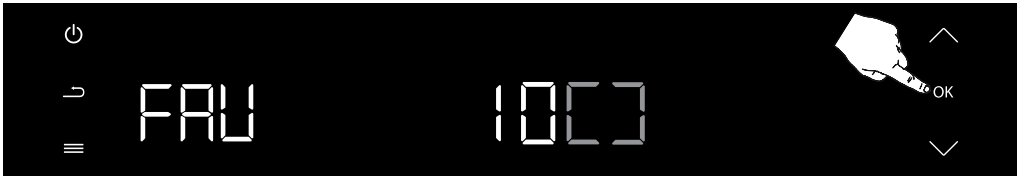

Abbildung 83
Nachdem Sie die Favoritennummer ausgewählt haben, drücken Sie einmal die Bestätigungstaste (OK), um die Auswahl des Favoriten zu bestätigen. (siehe Abbildung 83)